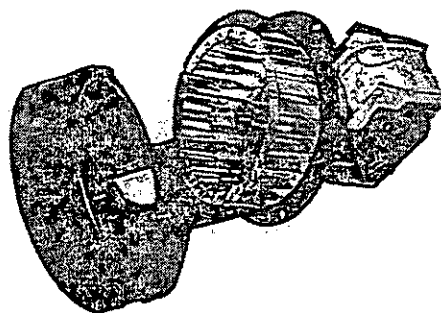

Figura 4
5. Far scivolare il soffiante ed il gruppo motore all'esterno dell'alloggiamento del soffiante. Consultare la figura 4.